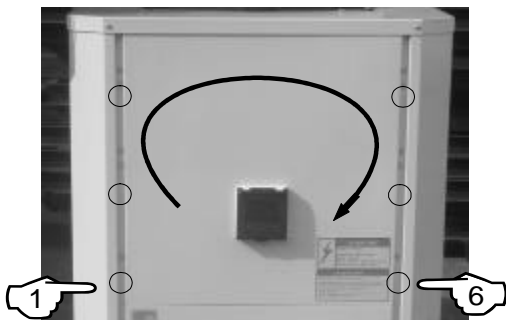

Figure 4-4
- (3). Retirer le socle de bois et positionner la PAC à son emplacement définitif;
- (4). Préparez-vous à retirer les 6 vis du panneau avant de maintenance (voir figure 4-4);